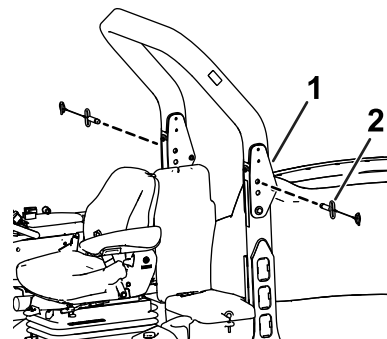

Figura 1
6. Retire os pinos de bloqueio de ambos os lados da barra de segurança (Figura 1).